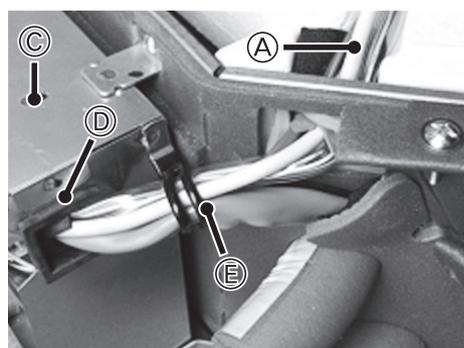

Fig. 4-3
- Проведите кабель беспроводного соединения через ВТУЛКА коробки электрических компонентов, а затем подключите кабель к разъему CN90 платы внутреннего контроллера. (Fig. 4-3)